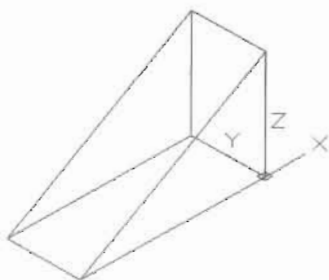

图 14-30
(1) 新建一个 dwg 文件, 然后执行“视图>三维视图>西南等轴测”菜单命令, 切换到三维视图。
(2) 在“建模”工具栏中单击“楔体”按钮 , 绘制如图 14-30 所示的楔形体, 命令